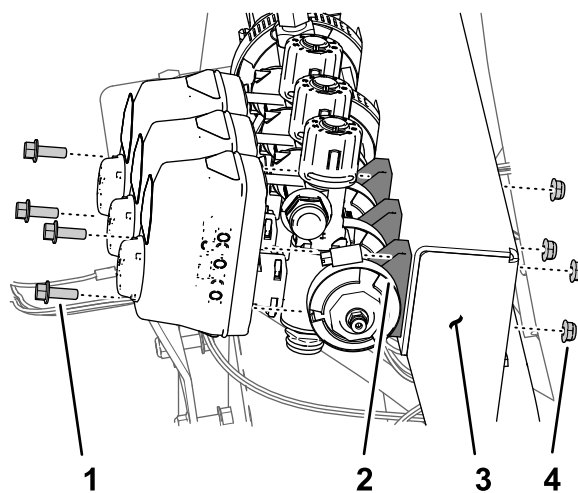

Figura 68
1. Rimuovete i 2 bulloni a testa flangiata ($\frac{1}{4}$ " x $\frac{3}{4}$ ") e i 2 dadi di bloccaggio ($\frac{1}{4}$ ") che fissano la valvola di sezione delle barre di sinistra al supporto del collettore (Figura 68).
2. Rimuovete i 2 bulloni a testa flangiata ($\frac{1}{4}$ " x $\frac{3}{4}$ ") e i 2 dadi di bloccaggio ($\frac{1}{4}$ ") che fissano la valvola di sezione delle barre di destra al supporto del collettore (Figura 68).
3. Rimuovete i morsetti flangiati da 40–64 mm ($1\frac{9}{16}$ x $2\frac{1}{2}$ ") e la guarnizione da 25 x 35 mm (1 " x $1\frac{3}{8}$ ") che fissano la flangia della valvola di sezione di sinistra al riduttore (Figura 68).